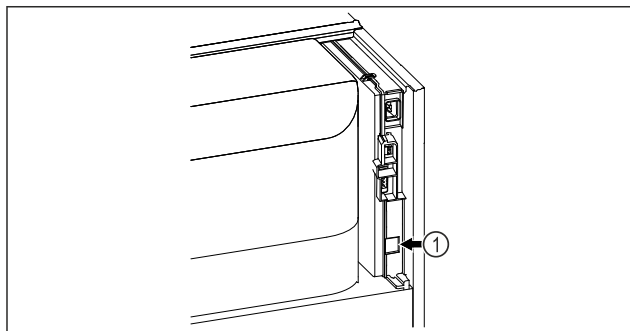

Fig. 101
- ❑ SmartModule Fig. 101 (1) ist eingesetzt.